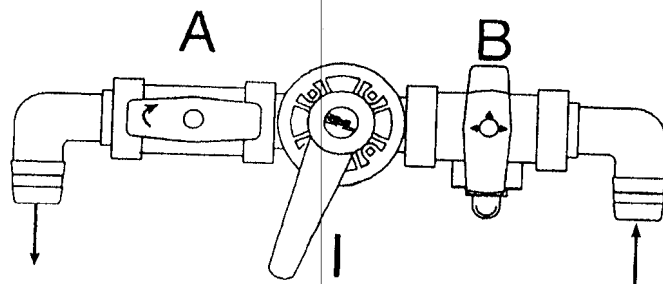

Fig. 6
5. Вновь наполните установку и добавьте защитное вещество в необходимом для первой добавки количестве, в зависимости от объема установки. Установите рукоятку реверсивного крана на двухходовой кран (А), оставьте двухходовой кран открытым и установите трехходовой кран (В) как показано на рис.6.